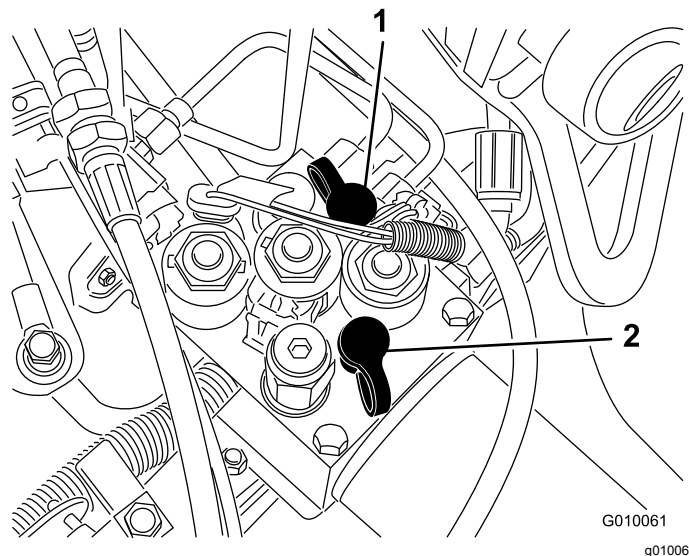

Figure 61
- La prise d'essai G2 (Figure 61) est utilisée dans le contrôle de la pression du circuit de charge.
- La prise d'essai G1 (Figure 61) est utilisée dans le contrôle de la pression du circuit de levage.